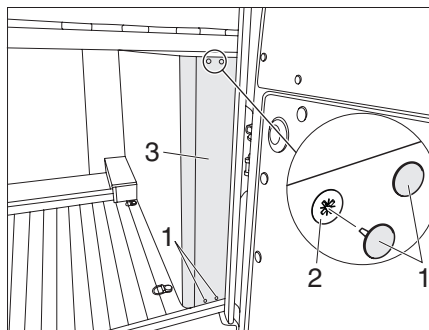

Fig. 113 Mascherina nella parte posteriore del veicolo
Per poter accedere alle luci posteriori destre del veicolo si deve sbloccare la mascherina (Fig. 113,3).
- ▶ Togliere i quattro tappi di copertura delle viti (Fig. 113,1).
- ▶ Svitare le quattro viti a testa con intaglio a croce (Fig. 113,2).
- ▶ Togliere la mascherina (Fig. 113,3). Ora si può accedere alle luci del veicolo.